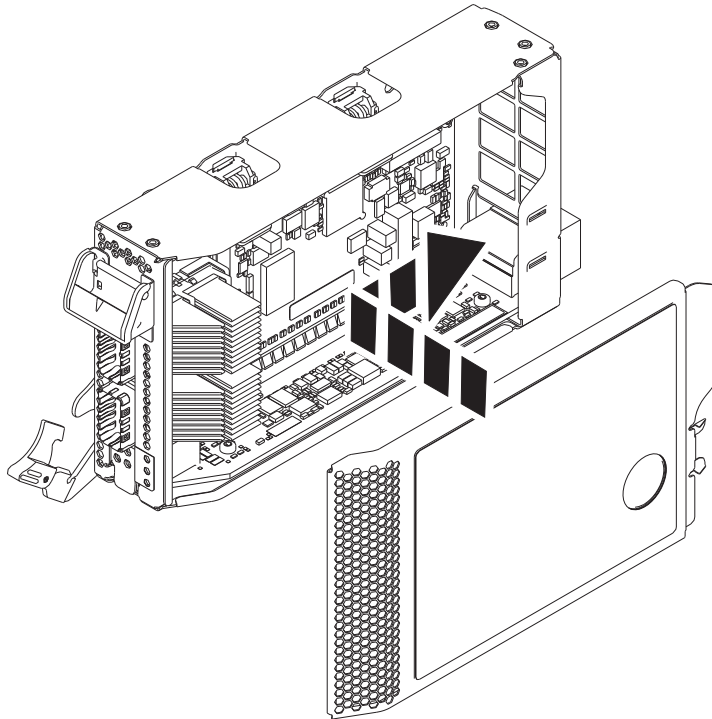

Figure 8. Remise en place du couvercle de la cassette de cartes PCIe
- a. Positionnez correctement le couvercle et faites-le glisser pour le remettre en place sur la cassette comme illustré dans la figure 8.